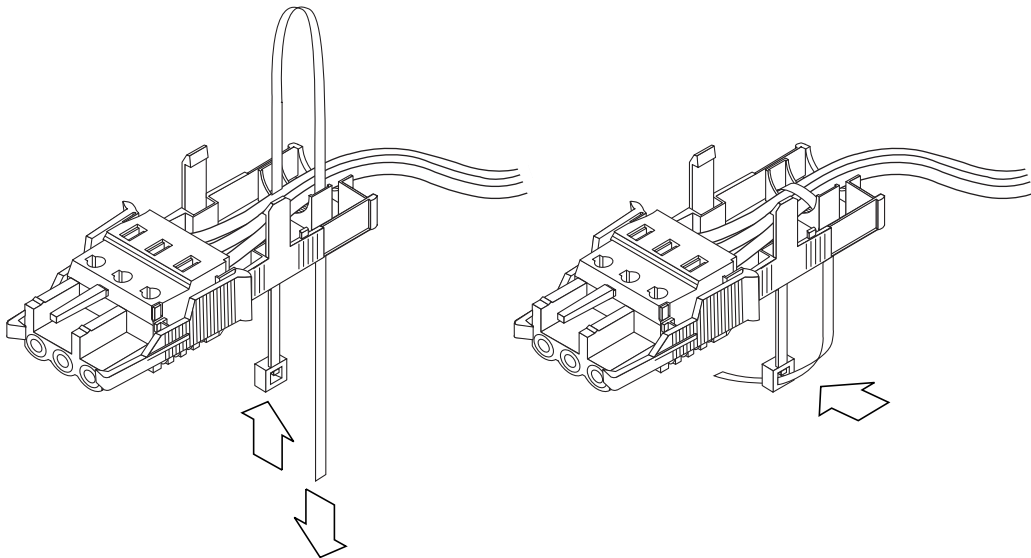

ABBILDUNG 3-8 Befestigen der Drähte an der Zugentlastungsvorrichtung
3. Stecken Sie das Befestigungsband durch das Unterteil der Zugentlastungsvorrichtung (siehe ABBILDUNG 3-8).
4. Legen Sie das Befestigungsband locker über die Drähte, führen Sie es auf der anderen Seite wieder aus der Zugentlastungsvorrichtung heraus, und ziehen Sie es fest, um damit die Drähte an der Zugentlastungsvorrichtung zu befestigen (siehe ABBILDUNG 3-8).